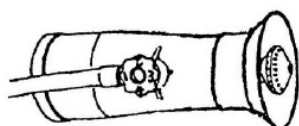

Fig. 11
- 1) Opryskiwanie. Poluzuj nakrętkę ciśnieniową, wyreguluj długość końcówki dyszy by uzyskać odpowiedni rodzaj oprysku. Przekręć zawór regulacyjny by zmienić ilość rozpryskiwanej cieczy. Patrz rys.11.